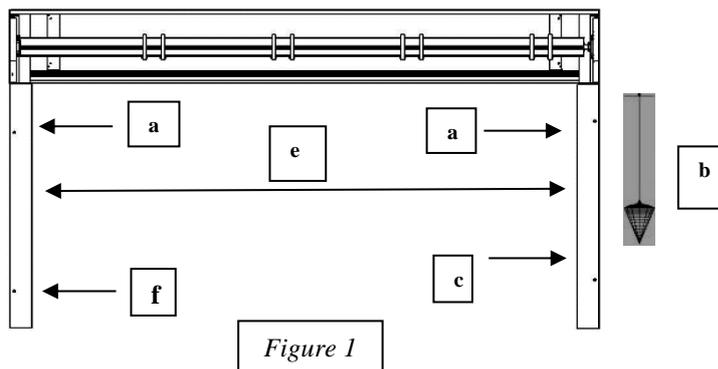

Figure 1
- Perçer les fixations du haut sur les coulisses de gauche et de droite, les fixer et les caler si besoin (Figure 1)
- Vérifier l'aplomb latéral de la coulisse de droite (Figure 1) et le repérer par traçage
- Vérifier le parallélisme des coulisses (Figure 1) et le repérer par traçage